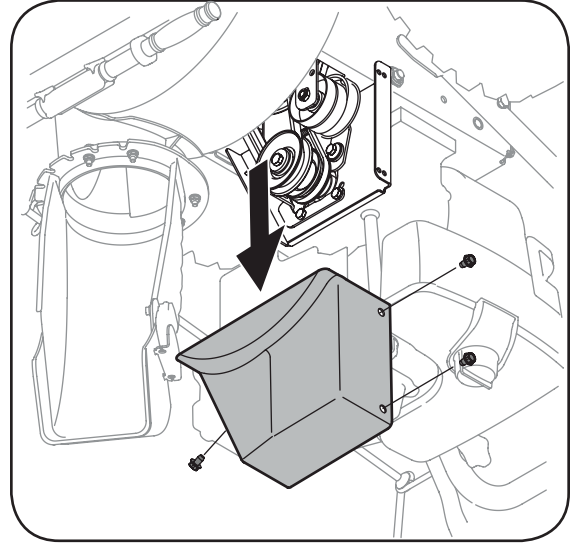

Figure 23
2. Enlevez la couvre-courroie en plastique sur le devant du moteur en retirant les trois vis autotaraudeuses et les trois rondelles plates. Voir la Figure 23.